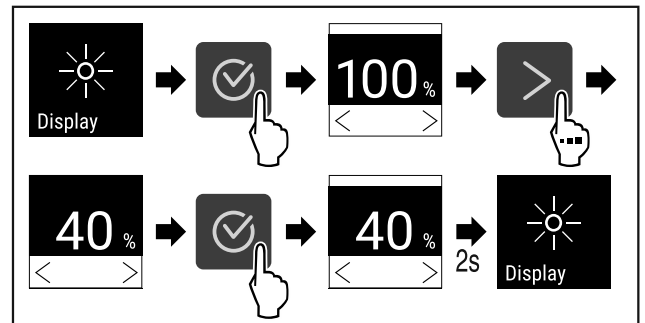

Fig. 77
- ▶ Efectuați pașii de acțiune (vezi Fig. 77).